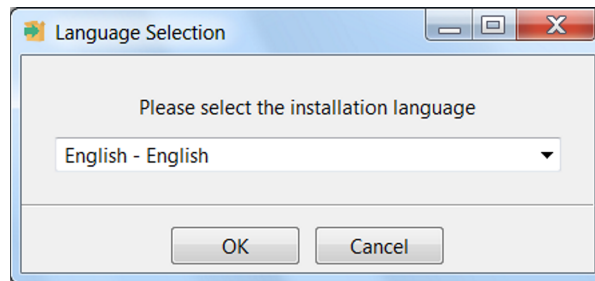

図 15. 言語の選択
Step 2. 画面上の指示に従って、言語(デフォルトは英語)を選択します(図 15を参照)。